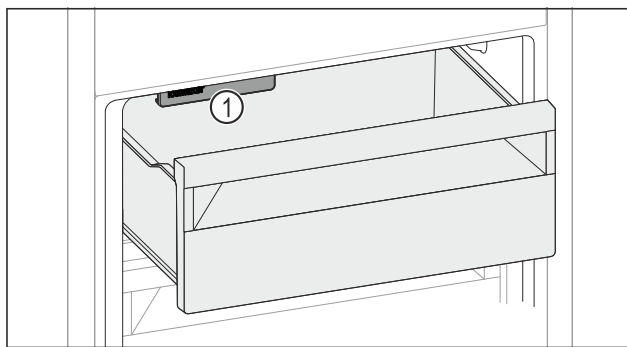

Fig. 155
- ▶ Vložte potraviny do zásuvky. Ak potraviny vložíte na ľavú stranu zásuvky: ▶ Prihliadajte na IceMaker Fig. 155 (1).